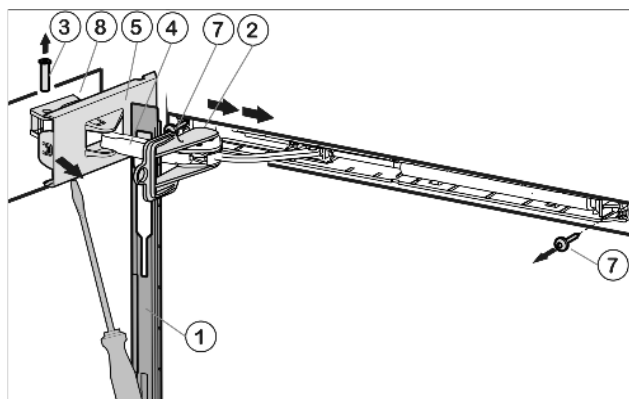

Fig. 5
- ▶ Сдвиньте накладку над амортизационной скобой Fig. 5 (4) в направлении устройства вперед.
- ▶ Зафиксируйте предохранитель Fig. 5 (2) в продольном пазе.
- ▶ Отсоедините крышку Fig. 5 (5) со стороны шарнира с помощью отвертки до первого фиксатора.
- ▶ Выдавите палец Fig. 5 (3) снизу.
- ▶ Нажмите амортизационную скобу Fig. 5 (4) в направлении дверцы.
- ▶ Полностью отсоедините и снимите крышку Fig. 5 (5) со стороны шарнира.
- ▶ Снимите накладку Fig. 5 (1).
- ▶ Открутите узел амортизатора закрывания дверцы (2 шт. Torx 15) Fig. 5 (7).
- ▶ Открутите опорную деталь Fig. 5 (8) и прикрутите её снова с поворотом на 180° на противоположную сторону. При необходимости просверлите отверстия или используйте аккумуляторную отвертку.